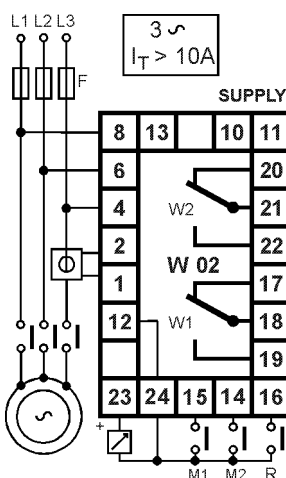

Fig. 9
Seguire lo schema di fig. 9
- b) Se I_t è maggiore di 10A si deve usare un riduttore di corrente (TA)../5 oppure ../1 (schema di fig.9).
Follow diagramme of fig. 9
- b) If I_p is higher than 10A it is requested a current transformer (CT) ../5A or ../1A (fig.9).
Il collegamento si esegue secondo fig.9.